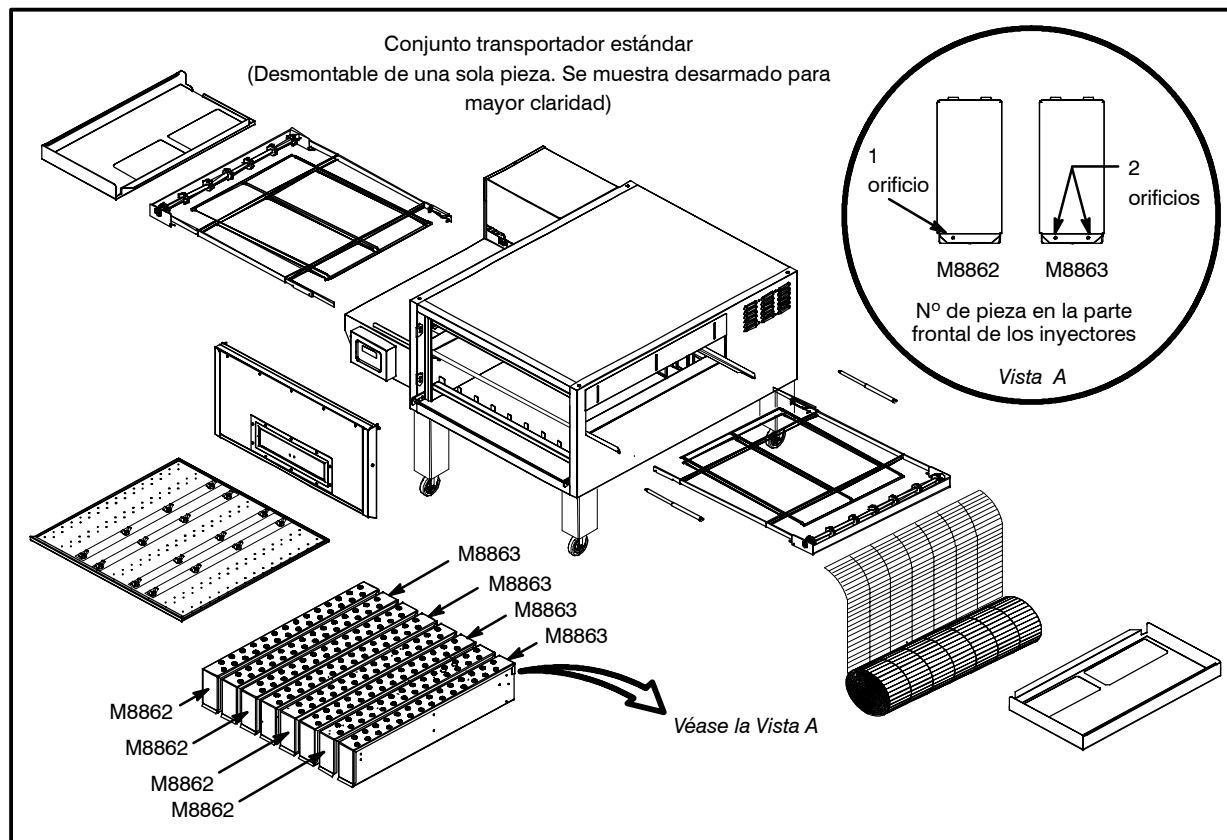

Figura 23
- Extraiga la banda por uno de sus extremos. Asegúrese de enrollarla tal y como se indica en la Figura 23. De lo contrario, quedará del revés cuando vuelva a instalarla.
13. Vuelva a montar los componentes del horno. Asegúrese de instalar los inyectores en el orden correcto. Véase la Figura 23.